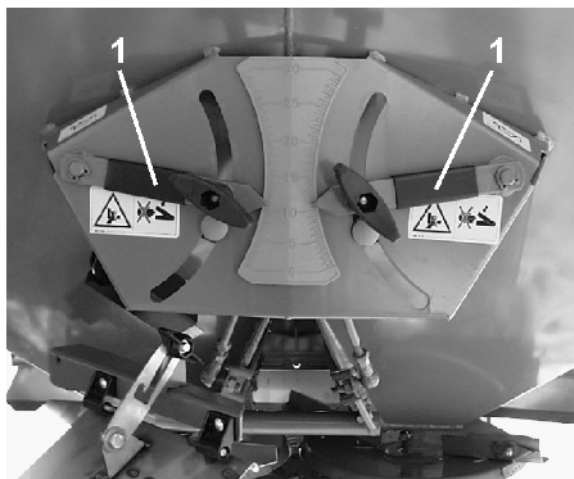

Fig. 102
- o kanten (Fig. 102/1) av spjeldet skjære nøyaktig over nederste hjørne (Fig. 102/2) av utløpsåpningen.